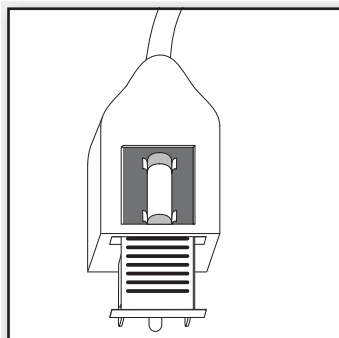

Figura 5
3. Retire cuidadosamente el fusible de las pinzas que lo sostienen en la parte superior e inferior. Reemplace el fusible solamente con uno de 5 Amperios y 125 Voltios. Figura 5.